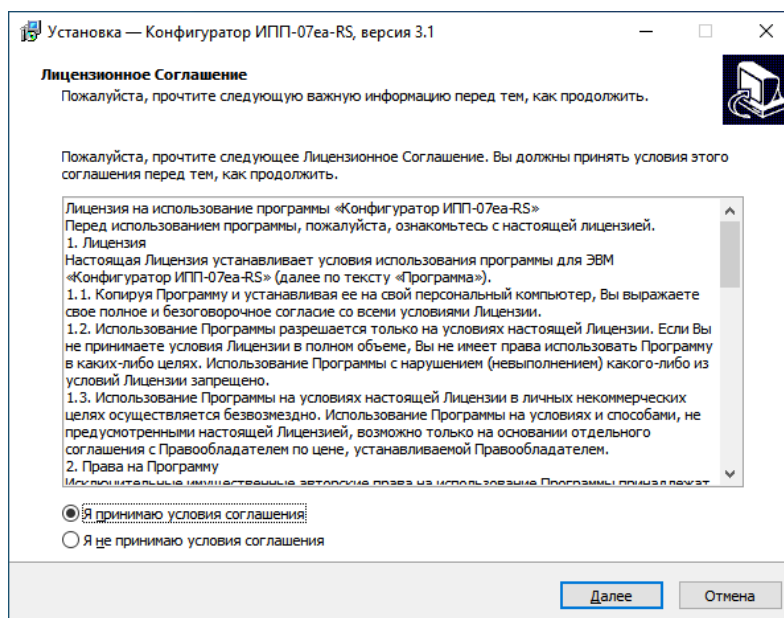

Рисунок 1.1 - Окно «Лицензионное соглашение»
1) В окне «Лицензионное соглашение» (Рисунок 1.1) необходимо внимательно ознакомиться с условиями лицензионного соглашения, установить флаг «Я принимаю условия соглашения» и нажать кнопку «Далее».